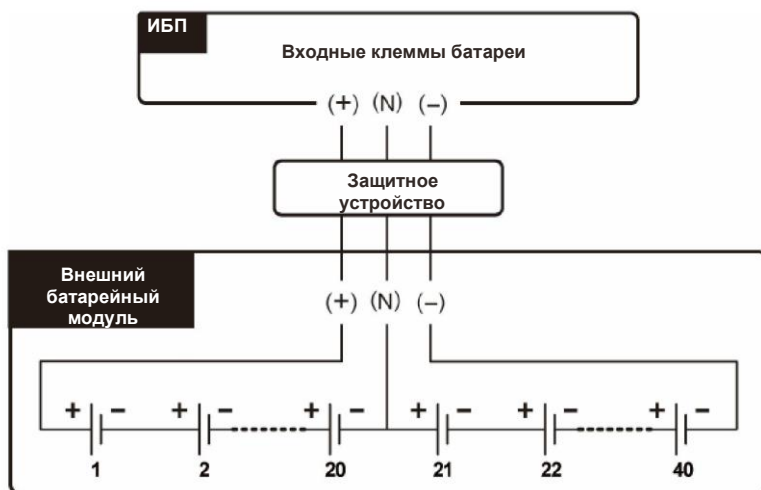

Рис. 5-21. Подключение внешнего батарейного модуля
- Для подключения внешнего батарейного модуля (модулей) см. п. 5.4 «**Электромонтаж**» и **рис. 5-21**.